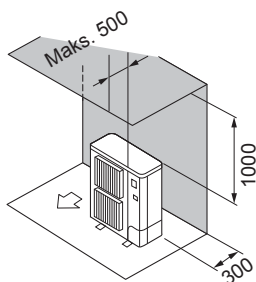

Fig. 2-4
- ② Miejsce ograniczone tylko z tyłu i od góry (Fig. 2-4)